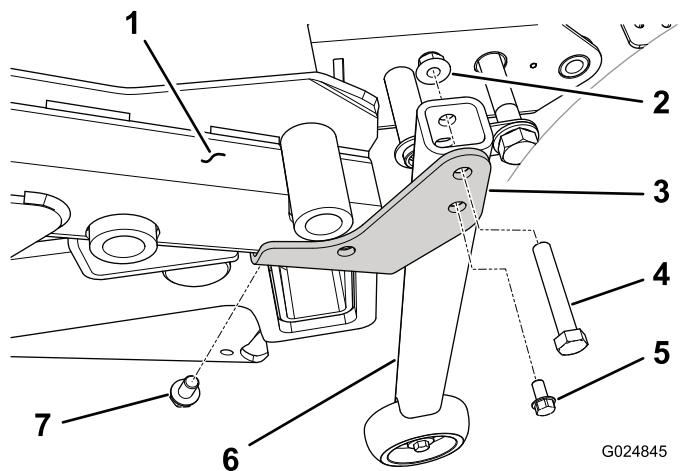

図 48
3. シリアル番号が 313000001 よりも大きいトラクションユニットでは、コンバージョンブラケット左右の区別ありをデッキの左右の後コーナーに取り付けるタッピングねじ $\frac{3}{8}$ " x $\frac{5}{8}$ " を使用する 図 48。